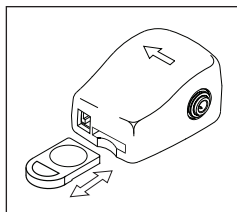

Figure 4
11. Retirez le compartiment pour la batterie en le faisant glisser, comme indiqué sur la figure 4.